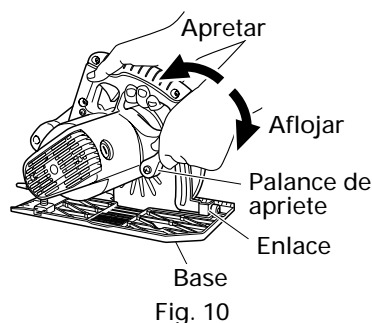
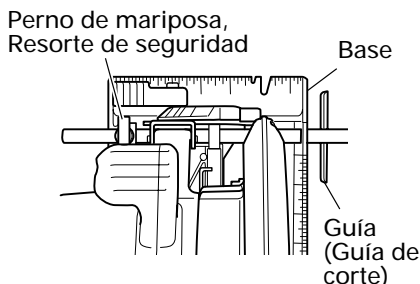

Fig. 10
Fig. 13
La flojedad de la palanca (A) para ajustar la profundidad de corte (Fig.10) y de la palanca (A) para ajustar el ángulo de inclinación (Fig.13) puede producir lesiones. Asegúrese de que se encuentren firmemente apretadas.
#### 1. Ajuste de la profundidad de corte (Fig. 10)